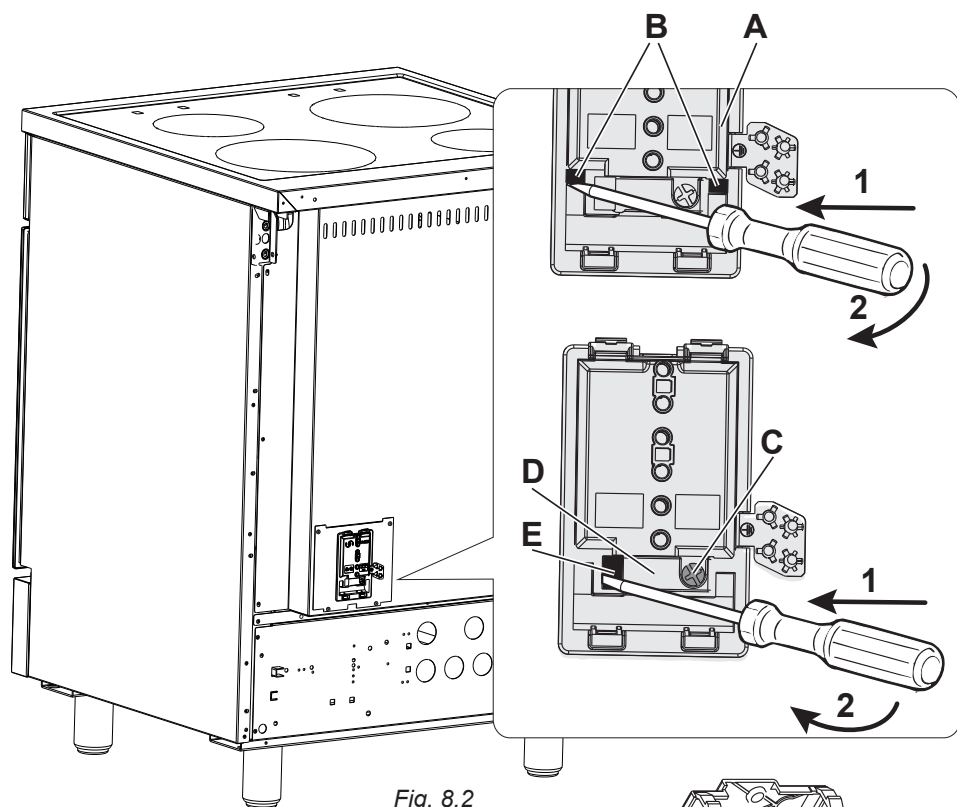

Fig. 8.2
- Sganciare il coperchio della morsettiera "A" inserendo un cacciavite nei due agganci "B" (fig. 8.2). Aprire completamente il coperchio della morsettiera "A".
- Svitare la vite "C" e aprire completamente il fermacavo "D" inserendo un cacciavite nel gancio "E". Rimuovere completamente il pressacavo "D" (fig. 8.2).
- Fissare i cavi di fase, neutro e di terra ai morsetti della morsettiera "F" secondo lo schema elettrico di figura 8.3; posizionare il ponte a U "G" (fig. 8.2) nella morsettiera "A" secondo lo schema elettrico di figura 8.3.